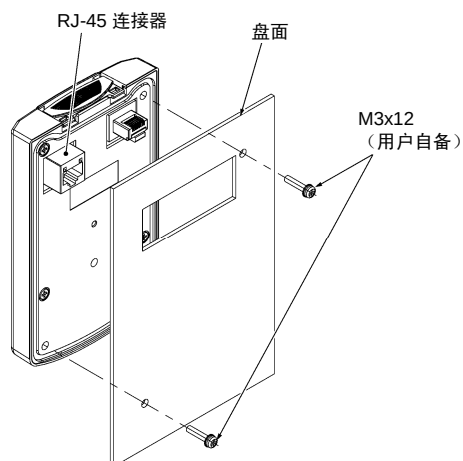

图 2.7 多功能操作面板的安装
(2) 用 2 个螺钉将多功能操作面板安装在盘面上。(参照图 2.7) (紧固转矩: 0.7N·m)